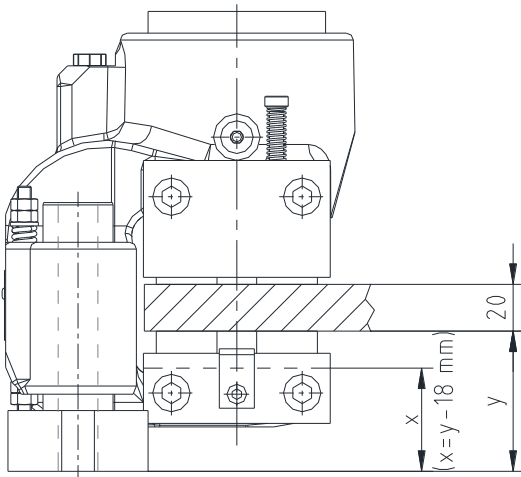
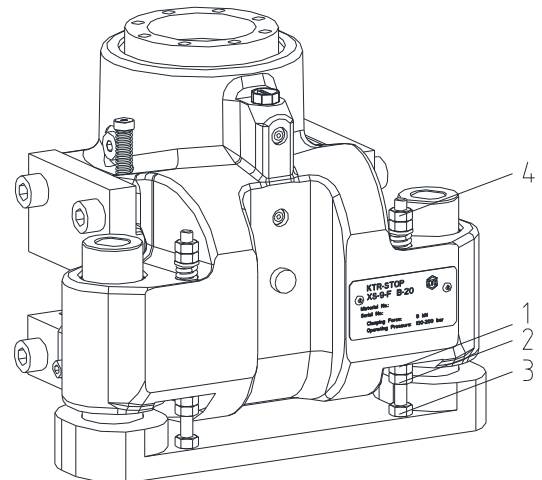

Figura 10: Ajustar el espacio entre el disco y ferodo
Figura 11: Ajuste del sistema de centrado
- Ajuste este espacio a 0.5 mm o bien según el valor x (véase figura 10), desplazando la tuerca identificada como 1 en la figura 11.